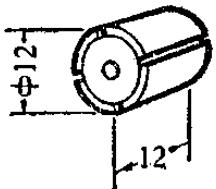

图 11-17
3. 整流器的制作方法：找一根直径約 10 毫米粗的毛笔杆或鉛筆，截取 12 毫米長一段。用較厚的銅皮，剪下寬 12 毫米一条，放在笔杆上弯成圓形，取下来四等分剪断，成为同样大小的四片圓弧形的整流片。然后在笔杆上裹上两层薄紙，用胶水胶牢。将四片整流片包在紙的外面，每片之間不能相碰，让它們保持 1 毫米左右的距离。整流片的两端，用尼龙綫或棉綫扎牢，扎得越紧越好，整个整流器就做好了，如图 11-17。